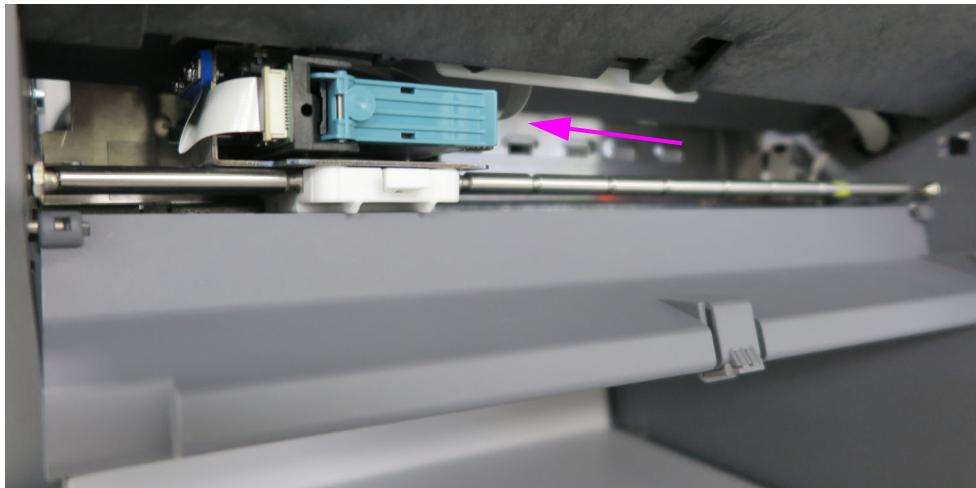

Figura 5-6: Conjunto de la impresora delantera
2. Levante la palanca verde para liberar el cartucho de la impresora (Figura 5-6).